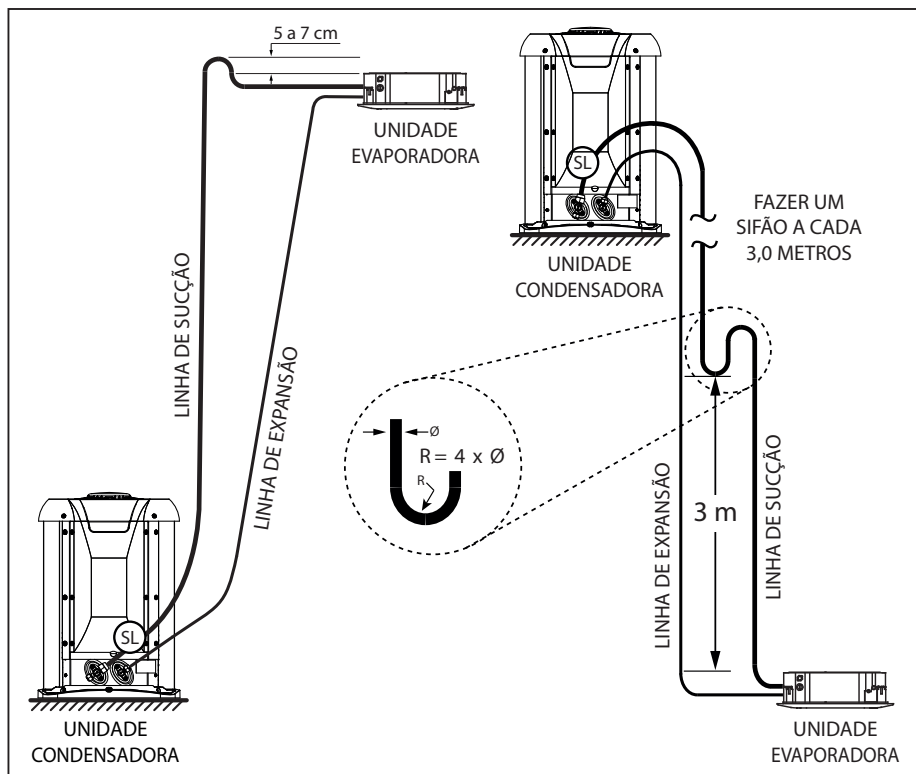

FIG. 31 - INSTALAÇÃO LINHAS DE INTERLIGAÇÃO
- 1º Elevar a linha de sucção acima da unidade evaporadora antes de ir para a unidade condensadora (entre 5cm e 7cm), quando a evaporadora estiver acima ou no mesmo nível da condensadora. (Fig. 31)
- 2º Quando a unidade condensadora estiver em um nível superior ao da unidade evaporadora, fazer sifões nas subidas da linha de sucção a **cada 3,0 m**, considerando desde a saída da evaporadora. (Fig. 31)